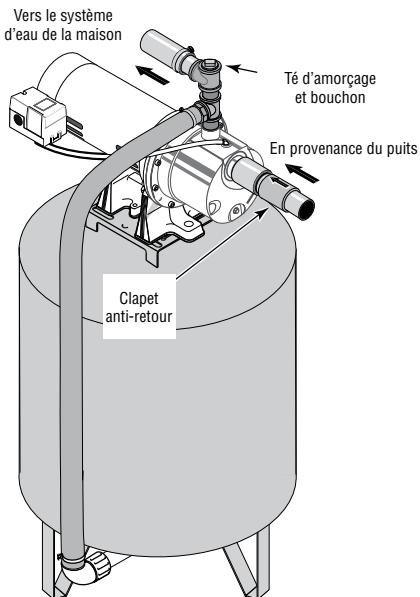

Figure 4 : Branchements sur un réservoir préchargé
Branchement sur un réservoir préchargé (Figure 4)
- 1 ° Poser deux téS dans l'orifice de refoulement de la pompe (voir la Figure 4). Le diamètre du tuyau doit être au moins aussi grand que le diamètre de l'orifice de refoulement.